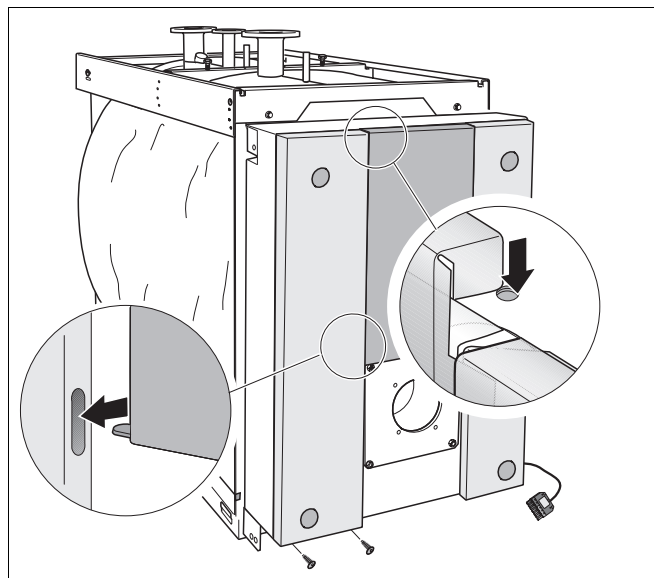

Рис. 29 Установка левой декоративной панели
- Подвесить левую декоративную панель вверх в траверсу и вставить язычок внизу в вырез на левой декоративной панели (рис. 29). Внизу закрепить 2 самонарезающими винтами M5x10.